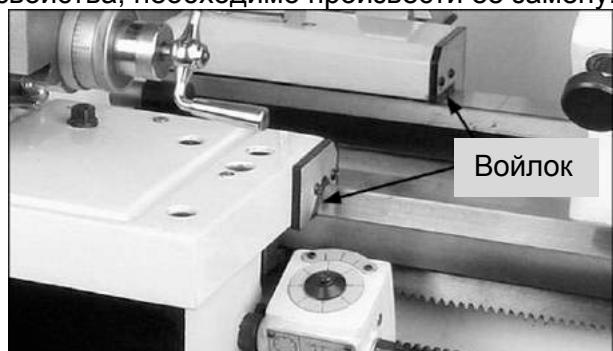

Рис.12
5. Салазки – войлочная защита салазок от пыли установлена по обеим сторонам суппорта (Рис.12). Защиту необходимо ежедневно очищать керосином. Если защита повреждена или утратила свои очищающие свойства, необходимо произвести ее замену.